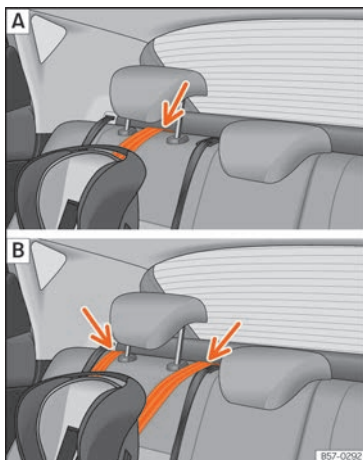

Fig. 41 Correa de sujeción: correcto ajuste y montaje.
- Coloque la correa por debajo del apoyacabezas del asiento posterior »» fig. 41 (en función de las instrucciones de la propia silla, levante o retire el apoyacabezas si fuera necesario).